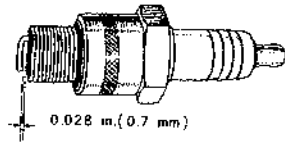

Fig. 22
b) L'écartement des électrodes n'est pas correct (0,7mm). (Fig. 22)
2. Nettoyer et régler l'écartement des électrodes de la bougie. (Fig. 22)